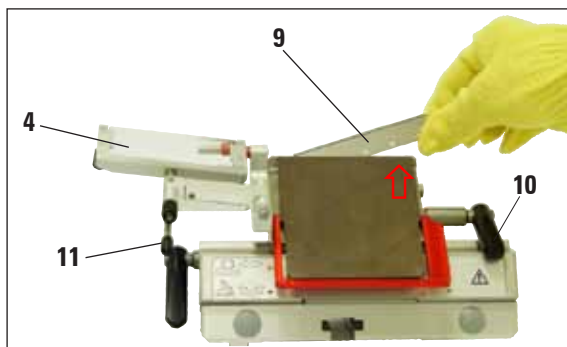

Fig. 3
1. Klap snitstrækkesystemet (4) til venstre – hold herunder fast i håndtaget (11) (ikke i snitstrækkerens indstillingsskrue), så snitstrækkerens højde ikke ændres (fig. 3).
2. Åbn spændearmen (10) ved at dreje mod uret (fig. 3).
3. Klinge (9) oppefra eller fra siden mellem tilholderpladen og klingsædet. Sørg for, at klingen isættes centreret og ligger ensartet på afsatsen (se rød pil i fig. 3).